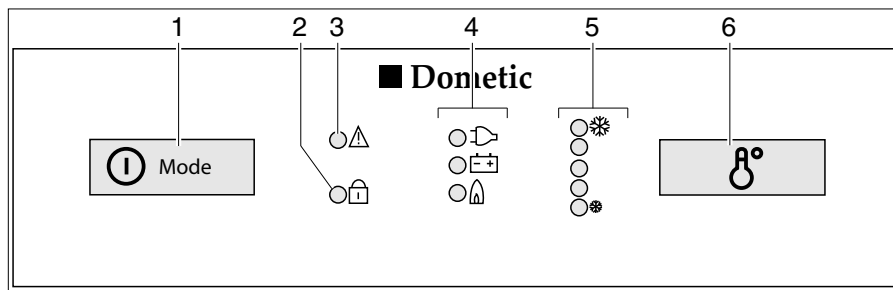

Bild 333 Reglage, knappar för kylskåpet (Dometic 8-serie med MES)
- Tryck på strömbrytaren/energiväljaren (Bild 333,1) i två sekunder för att starta apparaten. Lysdiod för senast valda driftläge tänds.
- Tryck eventuellt in strömbrytaren/energiväljaren (Bild 333,1) flera gånger tills driftindikatorn gas "🔥" tänds. Nu är gastillförseln öppen. Tändning sker automatiskt. Ett tickande ljud hörs tills tändningsproceduren är klar.
- Ställ in kyltemperaturen med brytaren för temperaturinställning (Bild 333,6).
- Tryck eventuellt in strömbrytaren/energiväljaren (Bild 333,1) flera gånger tills driftindikatorn 230 V "⚡" tänds.
- Tryck eventuellt in strömbrytaren/energiväljaren (Bild 333,1) flera gånger tills driftindikatorn 12 V "⊕" tänds.